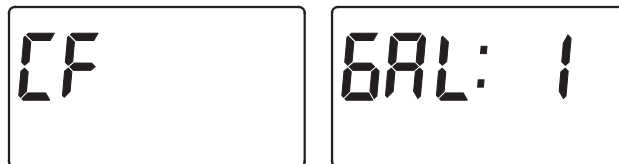

FIG. 38
4. **VOLUME D'ACTIVATION DU DISPOSITIF DE RÉACTIF :** Le réglage de la commande de sortie auxiliaire sur CF (dispositif de réactif) nécessite le réglage du volume d'eau qui doit obligatoirement traverser la turbine* avant la mise sous tension de la sortie. Après l'affichage des fenêtres pertinentes (cf. Figure 38), appuyez sur le bouton HAUT ▲ ou BAS ▼ pour passer au réglage du volume d'activation, en gallons. Appuyez ensuite sur le sélecteur pour passer à l'écran de durée montré à la Fig. 39.